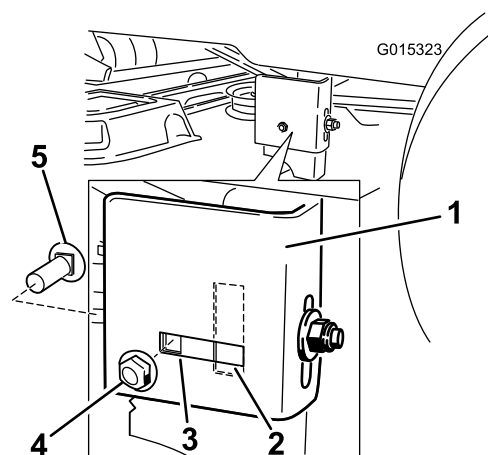

Figura 53
7. Mova para o lado esquerdo da máquina. Remova a porca de bloqueio e o parafuso lateral da carroçaria da posição fixa e instale-o na parte de trás, posição da fenda (Figura 53).